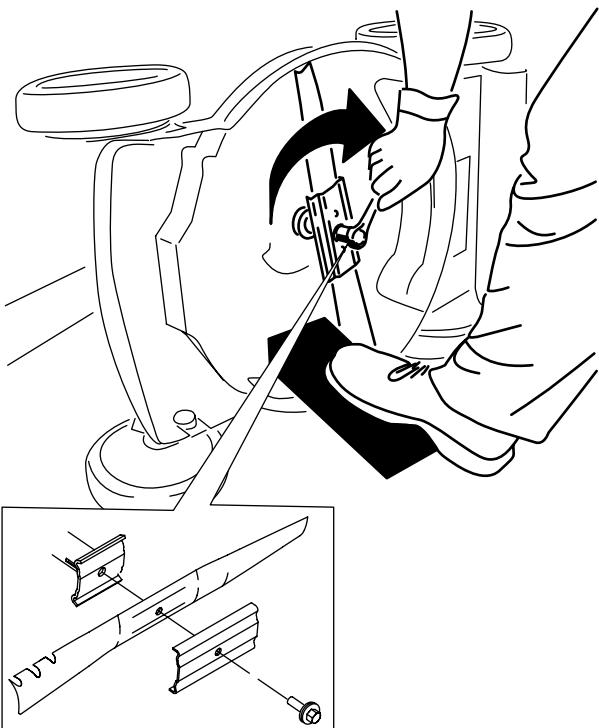

図 25
5. 新しいブレードを取り付ける。外したボルト類を使用する図 25。